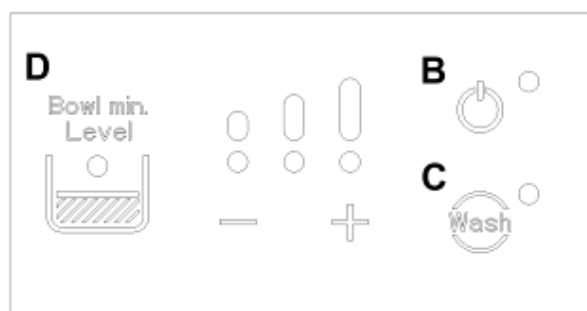

Fig. 31
- Selezionare la modalità di funzionamento desiderata sul pannello di controllo (Fig. 31).
- Per attivare l'impianto frigorifero in modalità raffreddamento premere il tasto di accensione B sul pannello di controllo (Fig. 31).
- Per modificare la consistenza della miscela, agire sui tasti + e - sul pannello di controllo (Fig. 31). Premendo il tasto + il numero dei LED accesi aumenterà, con conseguente incremento della consistenza. Al contrario, premendo il tasto - il numero dei LED accesi diminuirà, con conseguente riduzione della consistenza (Fig. 31).
- Per attivare la modalità lavaggio, premere il tasto WASH (tasto C in Fig. 31) dopo aver spento l'impianto frigorifero premendo il tasto di accensione B e accertandosi che il LED corrispondente sia spento.